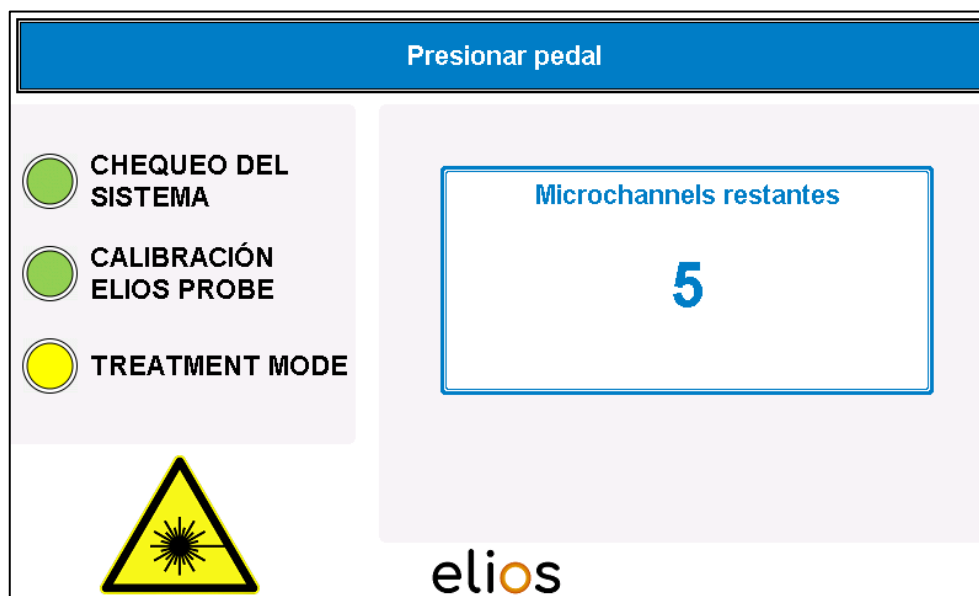

Fig. 4-16: TREATMENT MODE
- Cuando se alcanza el número máximo de 20 pulsos por microchannel, la emisión del láser se detiene automáticamente y el programa pasa a la siguiente ventana y hay otros 20 pulsos disponibles (Fig. 4-16).
- Si el interruptor de pie se suelta prematuramente, la emisión del láser se detiene automáticamente y el programa también pasa automáticamente a la siguiente ventana (Fig. 4-16).